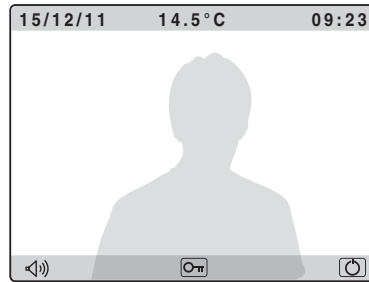

Fig.1
- Aprire la porta senza parlare al visitatore premendo il pulsante  Fig.1.b;
- To open the door without speech to the visitor press the button  Fig.1.b;